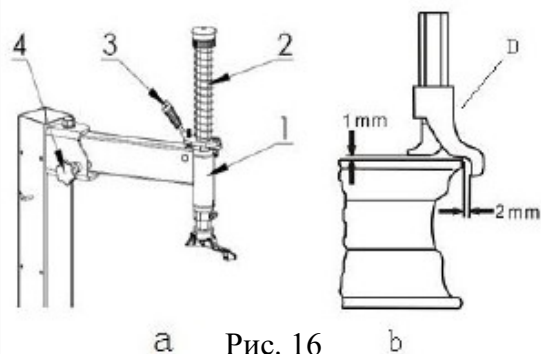

Рис. 16
- Отведите и отрегулируйте поворотный рычаг 1 (рис.16-а) и шестигранную стойку (2), установите монтажную головку напротив обода, зафиксируйте поворотный рычаг с помощью ручки 4, зафиксируйте шестигранную стойку с помощью рукоятки 3. Чтобы избежать царапания обода монтажной головкой убедитесь, что монтажная головка находится на расстоянии 1-2 мм от внешнего края обода (рис.16-б).